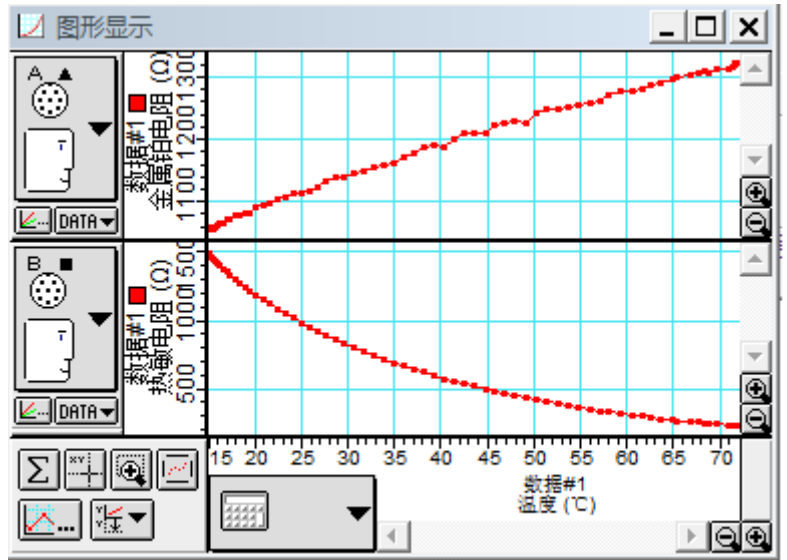

图42-8 坐标系建立
- 纵坐标热敏电阻定义:** 如图 42-7 选中图表标左下角的  图标, 选择 B 通道“热敏电阻”, 这样实验中可以开启多个通道, 同时观测到铂电阻及热敏电阻随温度的变化。最终确定该实验的坐标轴, 如图 42-8 坐标系建立。